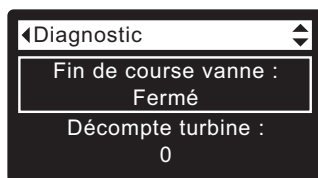

FIG. 108
2. Appuyez sur le bouton BAS (▼) pour faire défiler les options du menu et mettre en encadré l'écran **Contacteur de position vanne** (cf. Figure 108).